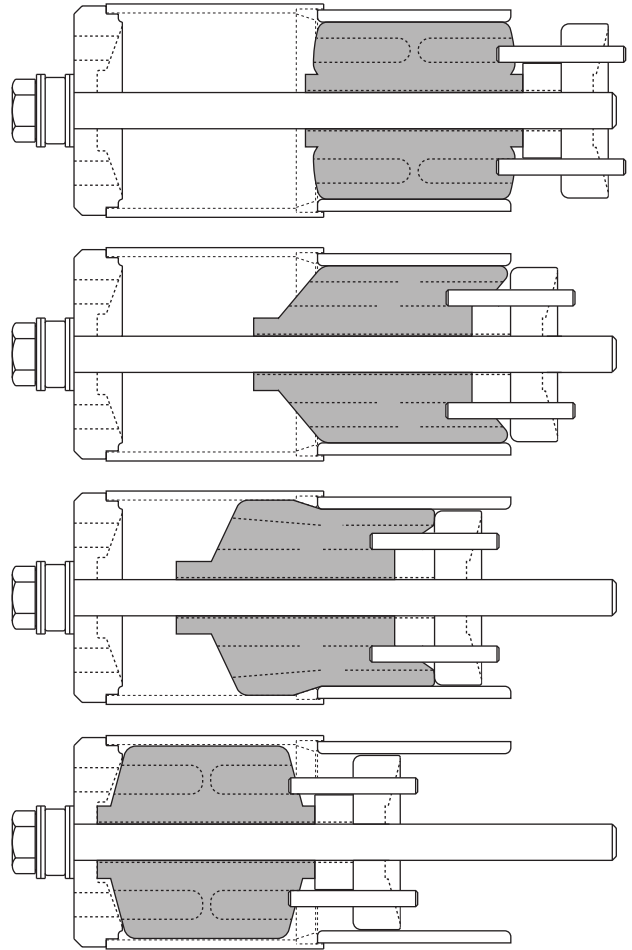

Figura 20. Avance típico del buje mientras el tornillo hexagonal es girado.
15. Utilizando una pistola de impacto de 3/4 pulgadas y un dado de impacto para trabajo pesado de 1 11/16 pulgadas (seis puntos), remueva el buje girando el tornillo hexagonal a favor de las manecillas del reloj (figura 20). El